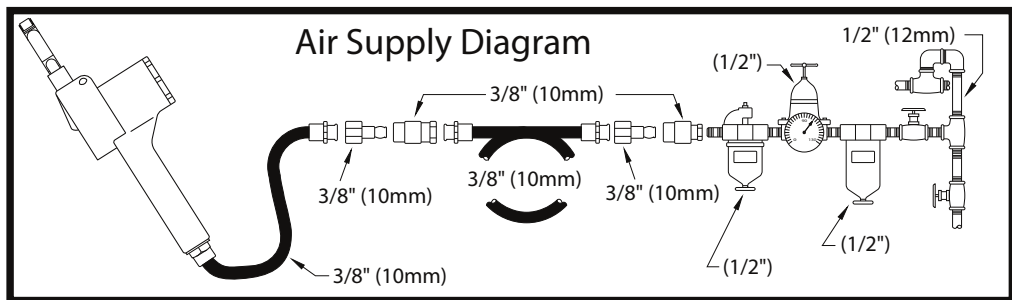

Fig. 01
- Подключите устройство так, как показано на Рис. 01.
- Для включения устройства просто нажмите на курок (A). Скорость вращения увеличивается сообразно нажиму на курок. Отпустите курок для остановки.